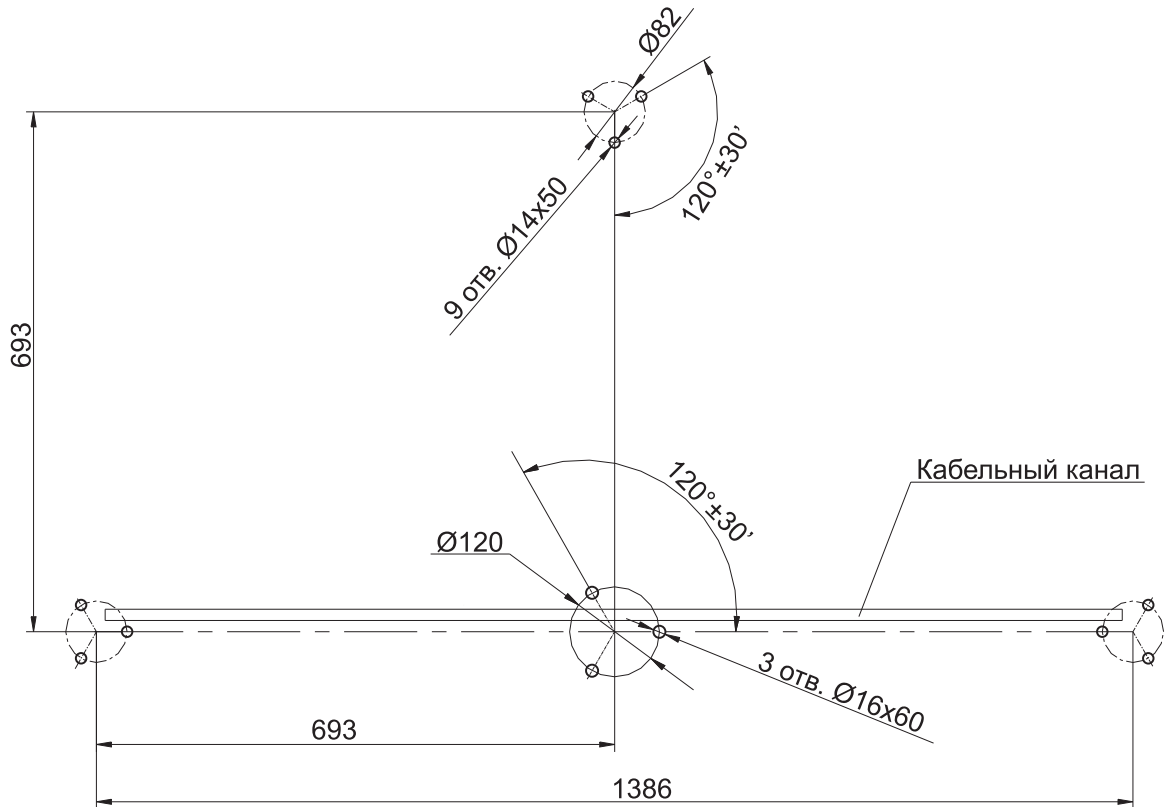

Рис. 3. Разметка для установки стоек формирователя прохода
- Разметку установочных отверстий следует производить в соответствии с рис. 3.
7.3.4. Выполните на полу разметку под стойки формователя прохода в соответствии с рис. 3.